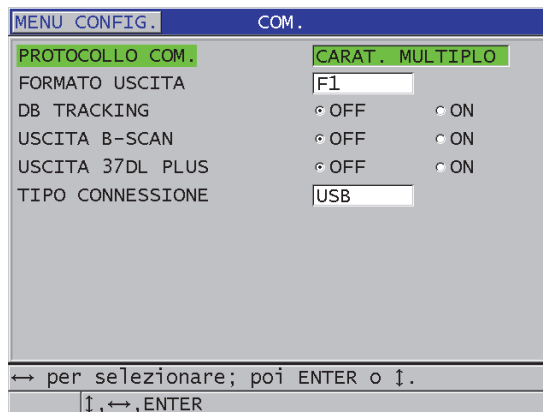

Figura 9-3 Modifica dei parametri di comunicazione
3. Nella schermata **COM.** (vedi Figura 9-3 a pagina 159):